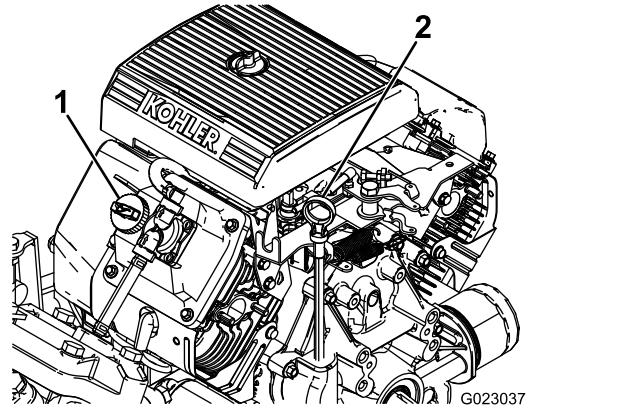

Рисунок 11
2. Выньте масломерный щуп и протрите его чистой ветошью (Рисунок 11).
| 4. Если уровень масла низкий, снимите крышку заливной горловины с крышки клапана (Рисунок 11) и ЗАЛЕЙТЕ МАСЛО В ОТВЕРСТИЕ ДО ОТМЕТКИ FULL (Полный) НА ЩУПЕ; СМ. ПРАВИЛЬНЫЙ ТИП И ВЯЗКОСТЬ МАСЛА В Замена масла в двигателе (страница 53) | |